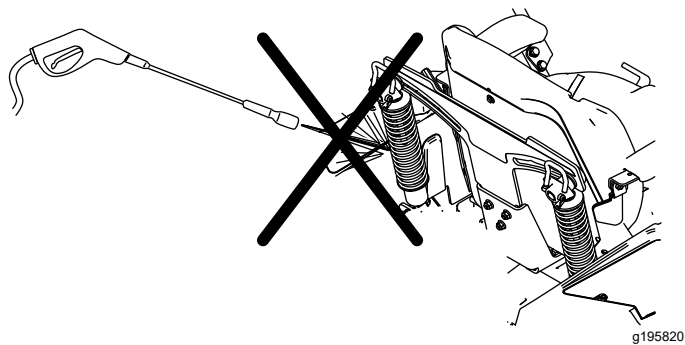

Рисунок 87
**Примечание:** Не очищайте узлы амортизаторов струей воды под давлением (Рисунок 87).